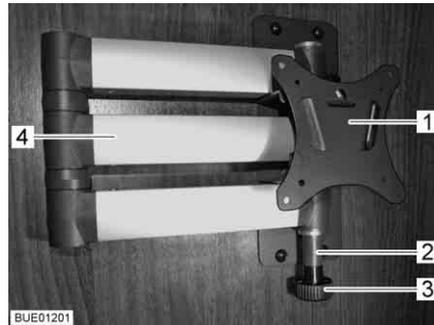

Bild 74 Halterung mit Gelenkarm
- Entriegelungsknopf (Bild 74,3) ziehen. Der Gelenkarm (Bild 74,4) ist entriegelt.
- Flachbildschirm in die Ausgangslage zurückschwenken, bis die Halterung (Bild 74,1) in die Verriegelung (Bild 74,2) einrastet.